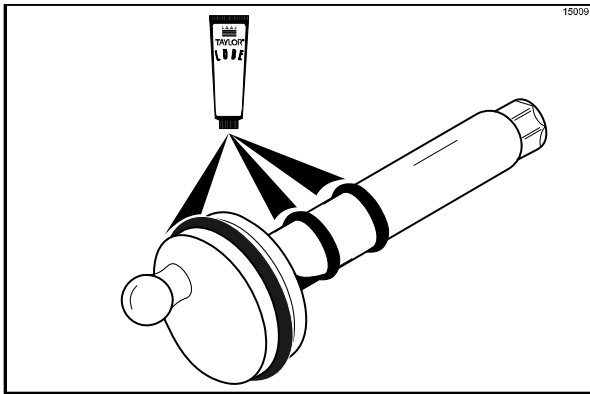

Figura 154
13. Deslize o anel de vedação preto grande e os dois menores nos canais do eixo de transmissão. Lubrifique completamente os anéis de vedação e o eixo. NÃO lubrifique a extremidade sextavada do eixo. (Veja a Figura 154.)